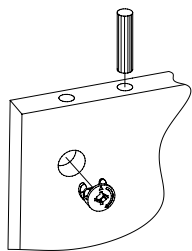

Рис.3
3. Вбить шканты в соответствующие торцевые отверстия деталей 1, 2, 3, 4, 5, 6, 7, 9, 10, 11. Вставить головки минификсов в соответствующие отверстия деталей 1, 2, 4, 5, 6, 7, 9, 10, 11 (Рис.3).